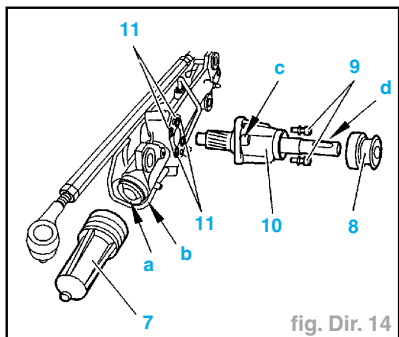

fig. Dir. 14
- Aligner la face "a" de la crémaillère sur la face "b" du carter de direction (fig. Dir. 14).